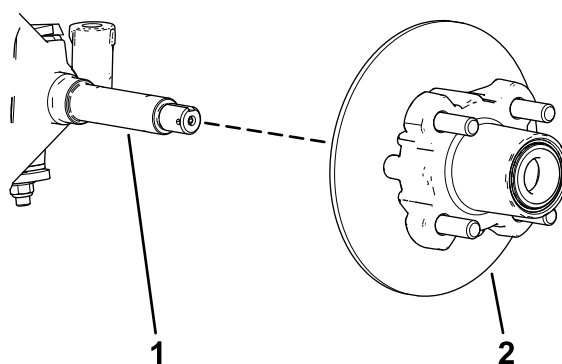
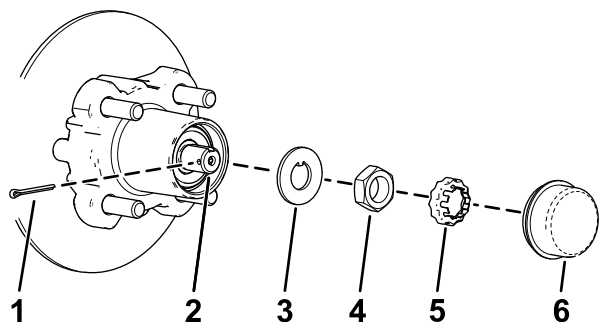

Figura 32
Figura 31
4. Retire el tapón guardapolvo del cubo (Figura 31).
5. Retire la chaveta y el retén del eje y la tuerca del eje (Figura 31).
6. Retire la tuerca del eje y separe el conjunto de cubo y rotor del eje (Figura 31 y Figura 32).